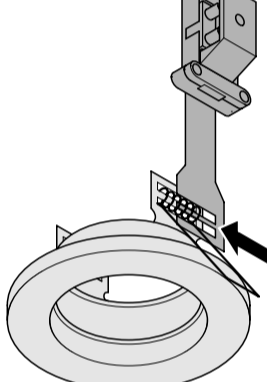
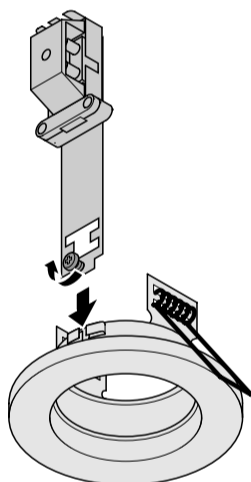
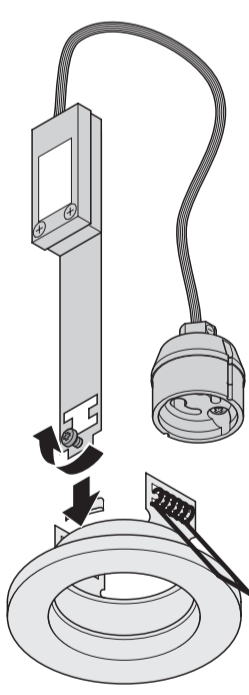

Abb. 1
Abb. 2
Abb. 3
Niedervolt-Zugentlastung (Abb. 1 und 2):
Hochvolt-Zugentlastung (Abb. 3):
1. Zugentlastung in Federwicklung des Strahlers einführen (siehe Abb. 1) bzw. Zugentlastung in Schiene einführen und mit Schraube fixieren (siehe Abb. 2 und Abb. 3).